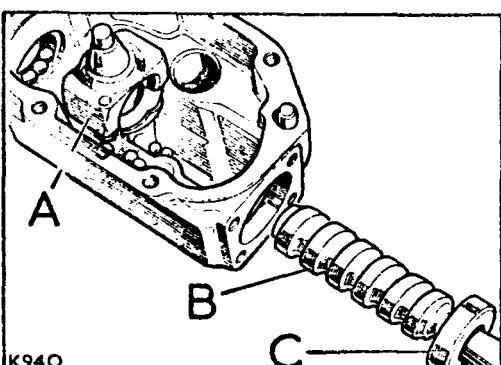

Fig. G1-48.- Barra de la dirección.
1.5.- Girar la barra de la dirección lo que sea necesario para que la tuerca de bolas circulantes, A (Fig. G1-48) quede situada en el punto medio del eje sifín, B. Seguidamente, haciendo uso del mazo se golpeará suavemente la caja de engranajes para separarla de la barra de la dirección lo suficiente para poder retirar el rodamiento de bolas superior, C, teniendo cuidado de no perder ninguna de las bolas que puedan salirse de los cojinetes.